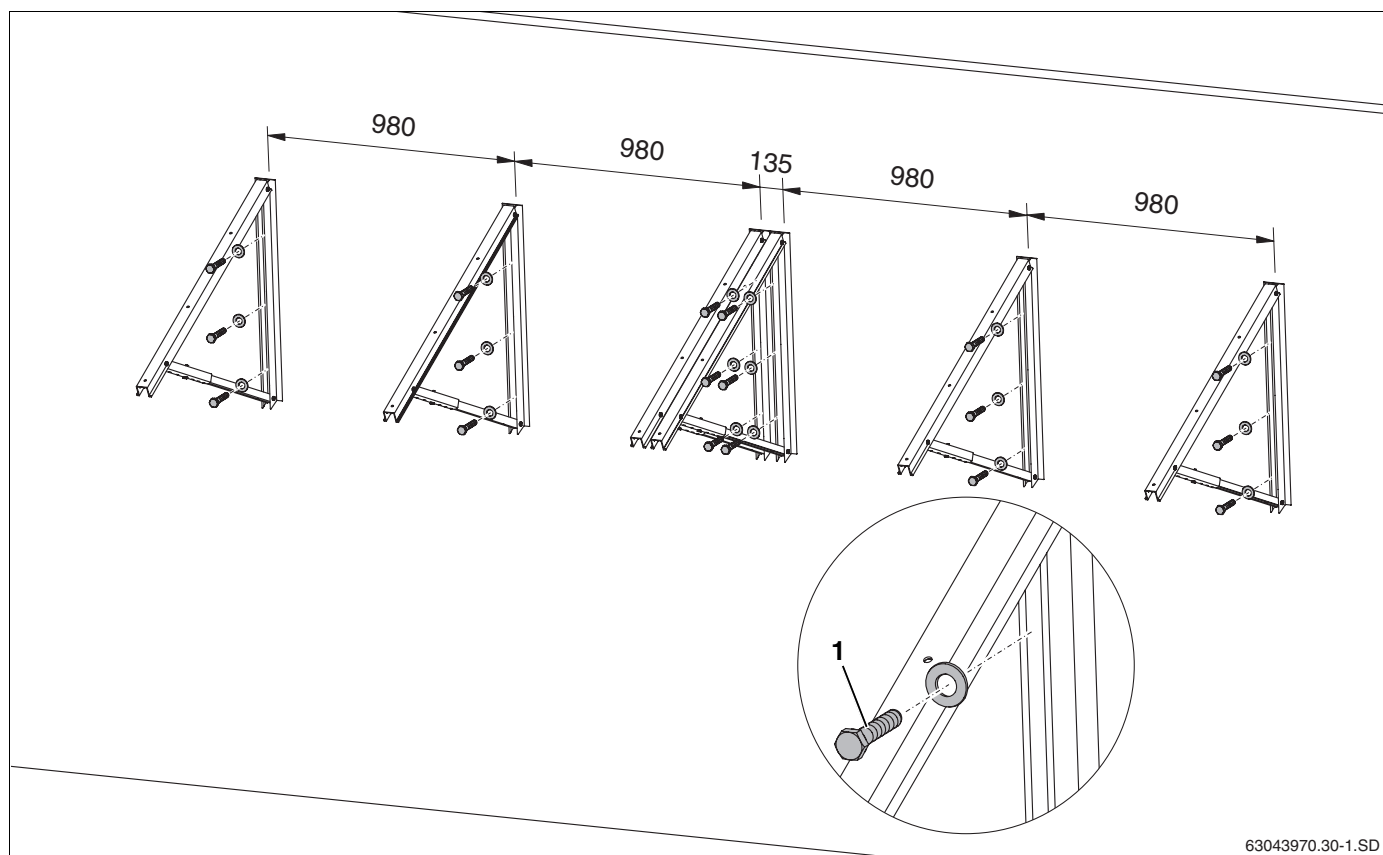

Fig. 30 Applicazione dei telai di sostegno alla facciata per 2 collettori (dati in mm)
- Fissare ciascun telaio di sostegno per collettore alla facciata con 3 viti (vedi tab. 9, fig. 30, **pos. 1**) disposte l'una accanto all'altra.